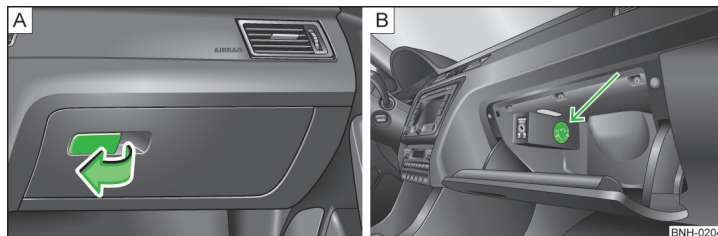

Fig. 69 Deschiderea compartimentului de depozitare/ operarea admisie aerului
- › Trageți mânerul clapetei în sensul săgeții » fig. 69 - **A** și rabatați clapeta în jos.
- › Prin rotirea comutatorului rotativ » fig. 69 - **B** în sens antiorar până la capăt se deschide alimentarea cu aer.